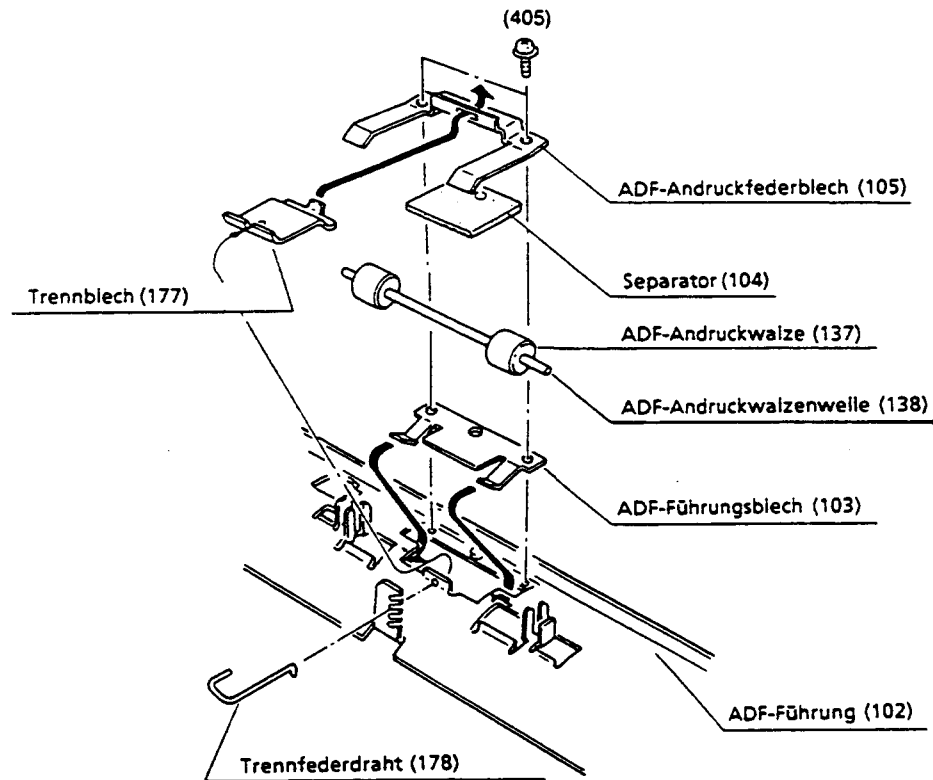

Abbildung 4.3.7
- (1) Beim Austausch des Separators legen Sie die raue Oberfläche nach unten.
- (2) Setzen Sie die Teile so zusammen, wie es in Abbildung 4.3.7 gezeigt wird.
- (3) Das ADF-Führungsblech (103) ist ziemlich dünn. Behandeln Sie es also vorsichtig, damit Sie es beim Austausch der Teile nicht verbiegen.
- (4) Die Abdeckungen brauchen nicht entfernt zu werden, wenn die beschriebenen Teile ausgetauscht werden sollen.